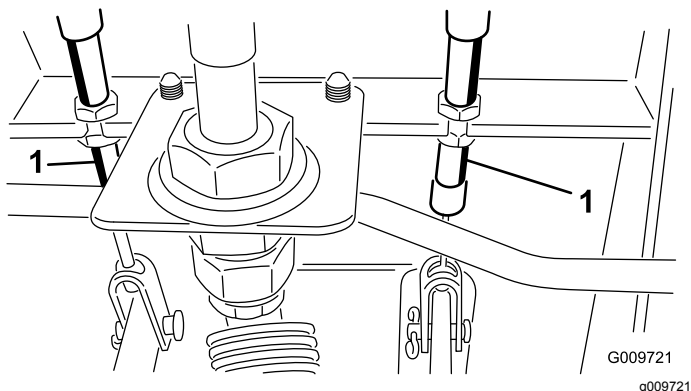

Figura 66
- A. Desaperte a porca dianteira na extremidade roscada do cabo do travão (Figura 66).